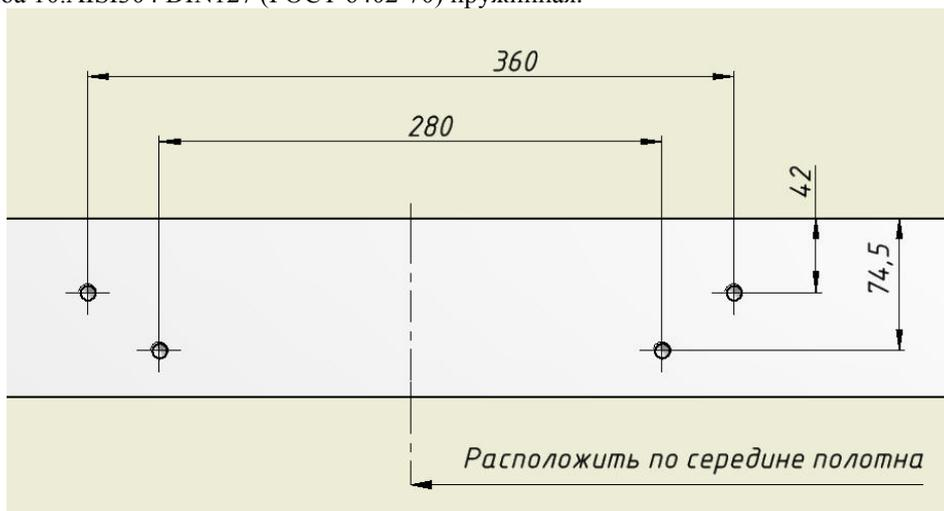
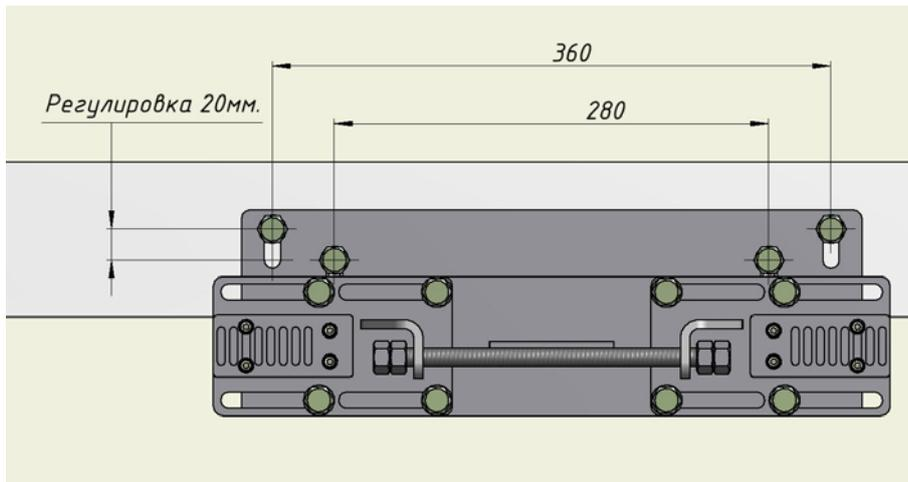

Рис.5
Рис.6
2.9. Разметить и просверлить отверстия на верхнем торце двери (Рис.5). Если отверстия выполнены на заводе изготовителе (Рис.6), то следует использовать следующий крепеж:
**Внимание!** Расположение для двери в среднем положении указано на рис. 5а.